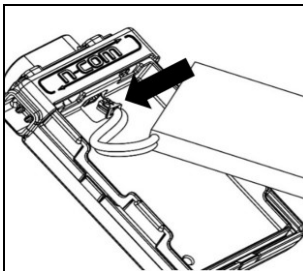

Fig. 2
- Sluit de connector van de batterij aan aan de binnenkant (Fig. 2), houdt daarbij rekening met de juiste insteekrichting. Gebruik indien nodig het meegeleverde gereedschap met platte kop om de connector volledig in het andere deel te steken.